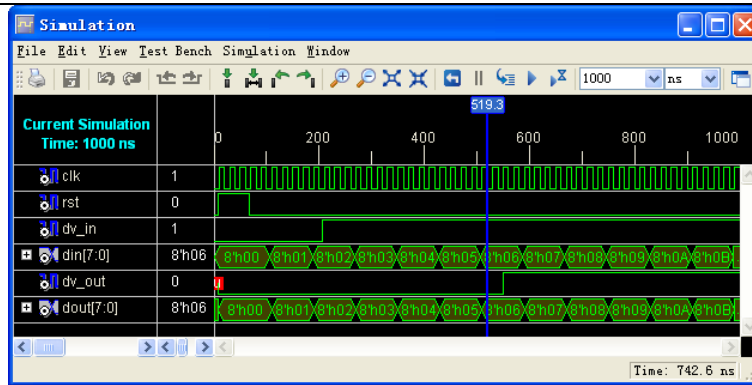

图 2.43 ISE 仿真器运行结果
(3) 在弹出的“Simulation”窗口中，可以进行仿真。在“Simulation”菜单下，有执行仿真的操作，包括运行仿真、运行一段时间、单步执行等。仿真的结果如图 2.43 所示。